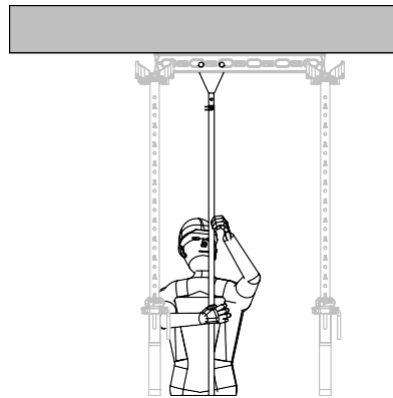

Fig. D1.04a
3. Натиснете надолу елемента върху опорната глава и закачете пак вилицата. (Fig. D1.04a + D1.04b)